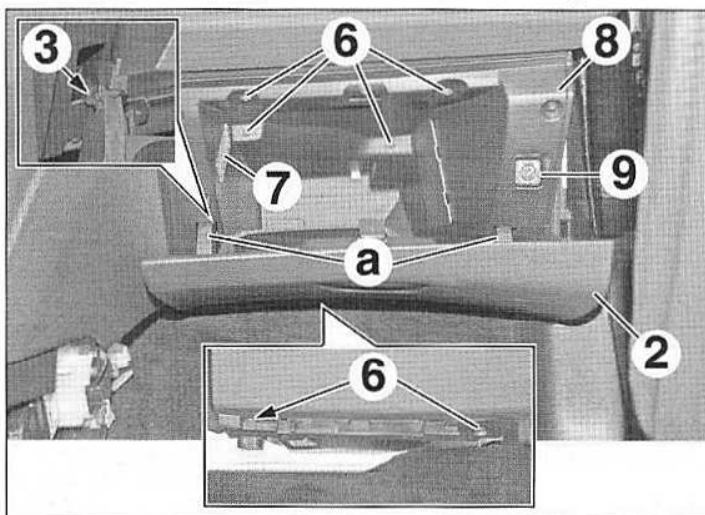
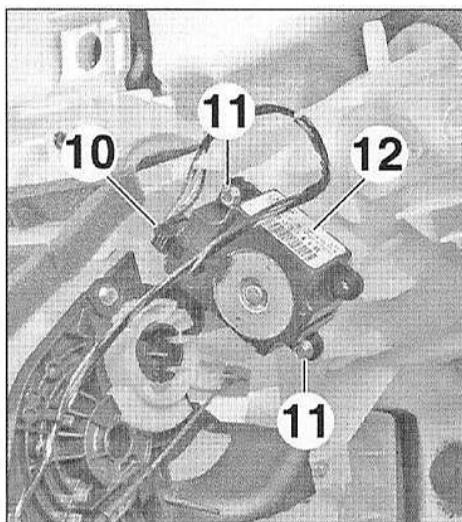
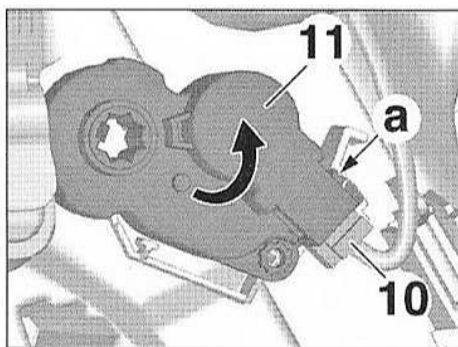
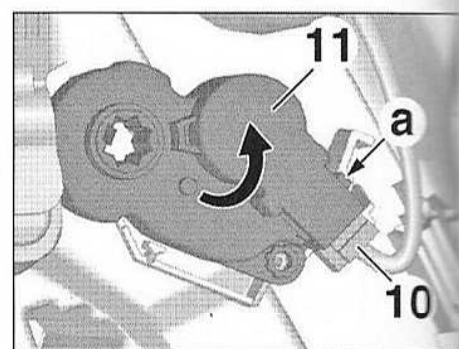

FIG.36
FIG.37
FIG.41
FIG.42
- Dégager le couvercle (2) en (a) en commençant par le côté droit (Fig.36).
- Libérer le vérin (3).
- Déposer le couvercle de la boîte à gants (2).
- Déposer les vis (6).
- Dégrafer, débrancher et déposer l'éclaireur de boîte à gants (7).
- Extraire la boîte à gants (8).
- Dégrafer, débrancher et déposer la commande d'activation/désactivation de l'airbag passager (9).
- Déposer la boîte à gants (8).
- Débrancher le connecteur (10) (Fig.37).
- Déposer les vis (11).
- Dégager et déposer le servomoteur de recyclage d'air (12).
- Débrancher le connecteur (10) (Fig.41).
- Agir en (a) et dans le sens antihoraire pour dégager le servomoteur (11).
- Déposer le servomoteur de mélange d'air (11).
- Débrancher le connecteur (10) (Fig.42).